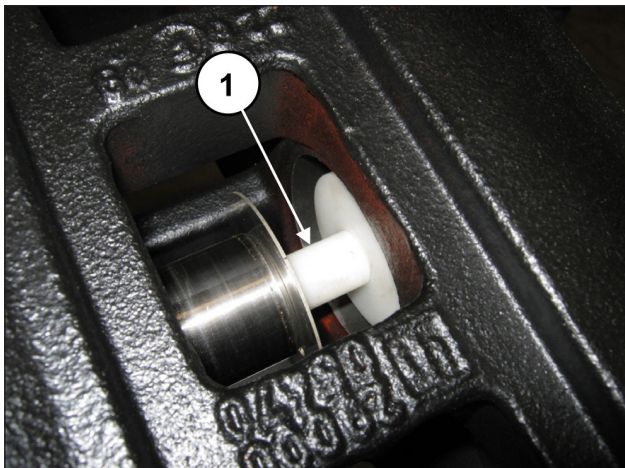

Fig. 170
Tourner manuellement l'arbre de sorte que les 3 pistons se trouvent en position de point mort supérieur. Insérer l'outil tampon réf. 27632500 entre le guide du piston et le piston (rep. ①, Fig. 170).